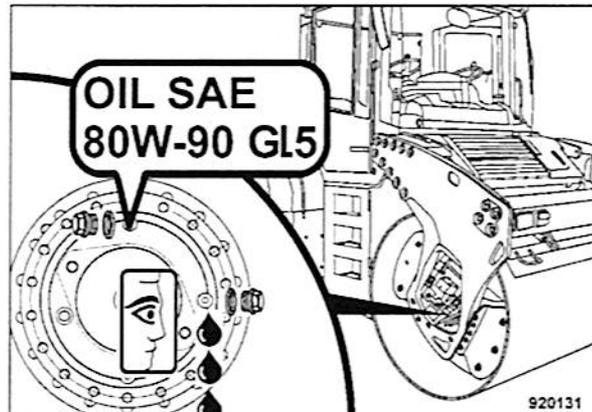

Fig. 155
- Cargar aceite hasta por el agujero de llenado hasta el nivel se encuentra en la arista inferior del agujero de control (Fig. 155).